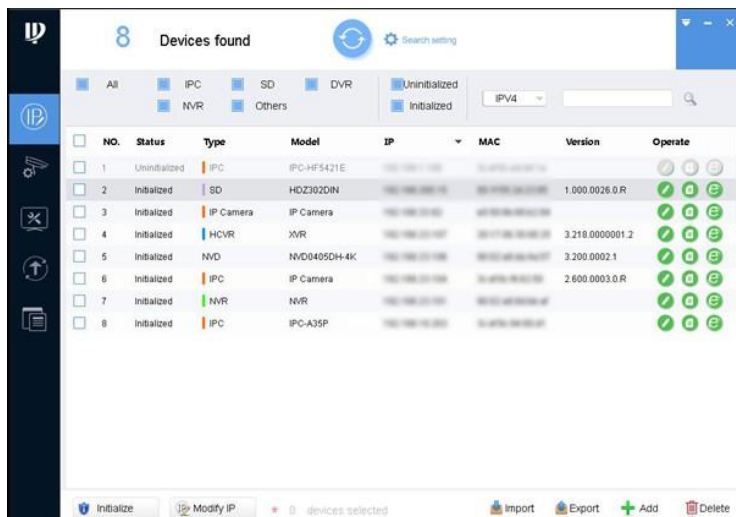

Figura 2-1 Modifica dell'interfaccia IP
Verrà visualizzata l'interfaccia Modifica IP. Vedere Figura 2-1.
- 10. Fare clic su Fine. Lo stato del dispositivo nell'interfaccia Modifica IP (Figura 2-1) cambia in Inizializzato.